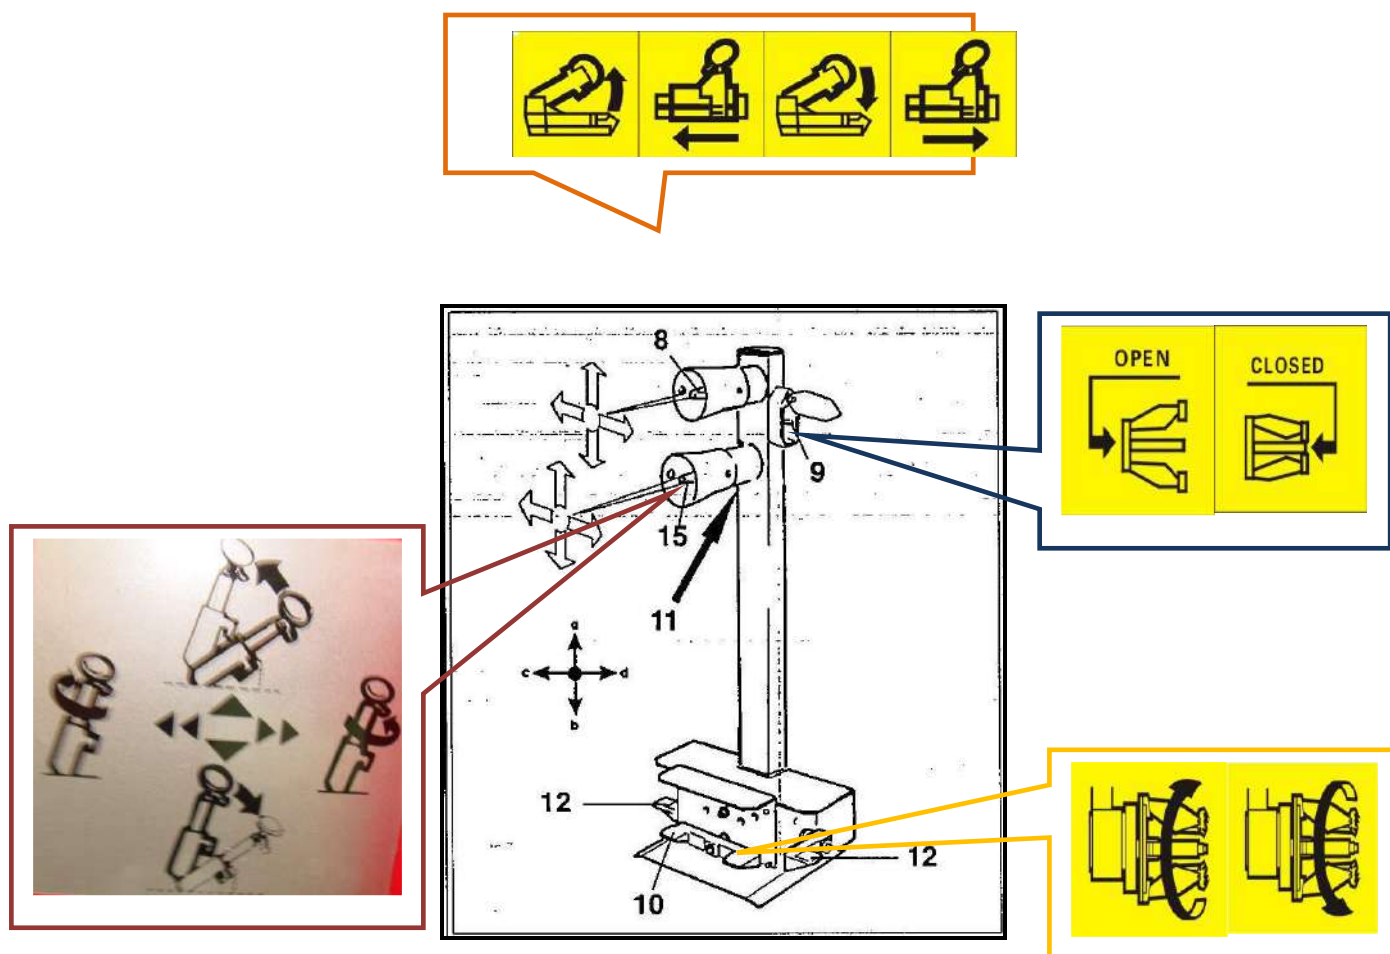

Рисунок 11
Мобильный центр управления – ПУЛЬТ (Рисунок 11) – позволяет оператору работать в любой точке вокруг станка. На ПУЛЬТЕ расположены следующие элементы управления:
1. Верхний джойстик (8, Рисунок 11), который в положении **a** поднимает шпиндель, а в положении **b** опускает его; в положении **c** перемещает шпиндель вправо, а держатель инструмента влево одновременно (таким образом, что они становятся ближе друг к другу), а в положении **d** перемещает патрон влево, а рычаг держателя инструмента вправо (таким образом, что они становятся дальше друг от друга).
2. Нижний джойстик (15, Рисунок 11). При перемещении вверх **a** нижний джойстик переводит держатель инструмента в «нерабочее» положение, при перемещении вниз **b** он переводит держатель в «рабочее» положение, при перемещении влево **c** он поворачивает инструмент на 180° против часовой стрелки; при перемещении вправо **d** он поворачивает инструмент в противоположном направлении и возвращает инструмент в исходное положение.
3. Переключатель зажима кулачков (9, Рисунок 11) при перемещении вверх раздвигает кулачки (БЛОКИРОВКА), а при перемещении сдвигает их (РАЗБЛОКИРОВКА).
4. Педаль (10, Рисунок 11) при нажатии с левой или правой стороны вращает шпиндель в направлении, которое показано стрелками, размещенными на педали.
5. Переключатель скорости (11, Рисунок 11) при нажатии вместе с педалью (10, Рисунок 11) вращает шпиндель с высокой скоростью.
6. Педали (12, Рисунок 11) перемещают шпиндель и держатель инструмента, а также перемещают каретку на высокой скорости.
- 1) Переместите нижний джойстик (15, Рисунок 11) вверх (а), держатель инструмента (14, Рисунок 113) должен быть наклонен в нерабочее положение.
- 2) При положении держателя инструмента в нерабочем положении переместите верхний джойстик (8, Рисунок 11) вверх (а): держатель шпинделя (2, Рисунок 11) должен подняться; переместите джойстик вниз (b): держатель должен опуститься.
Переместите джойстик влево (c): держатель шпинделя (2, Рисунок 11) должен переместиться вправо, а держатель инструмента (14, Рисунок 11) — влево; перемещаясь одновременно, оба держателя должны сблизиться.
Повторите эти операции («с» и «d»), одновременно нажимая на одну из двух педалей (12, Рисунок 11): указанные выше движения должны происходить на высокой скорости.
- 3) Поверните переключатель (9, Рисунок 11) вверх: кулачки шпинделя (3, Рисунок 10) должны раздвинуться; переместите рычаг вниз, и кулачки должны сомкнуться.
Повторите эти операция одновременного с нажатием на одну из двух педалей (12, Рисунок 11): указанное выше движение должно происходить на высокой скорости.
- 4) Нажмите правую педаль (10, Рисунок 11): шпиндель (3, рисРисунок 10) должен вращаться по часовой стрелке, нажмите левую педаль: шпиндель должен вращаться против часовой стрелки.
Потяните рычаг переключателя (11, Рисунок 11) вниз и повторите указанные выше операции: шпиндель должен вращаться с высокой скоростью.
Переместите переключатель (9, Рисунок 11) вверх, пока кулачки шпинделя полностью не раздвинутся. Удерживайте переключатель в этом положении (вверху) и проверьте, составляет ли давление, отображаемое на манометре (21, Рисунок 11), значение 160 бар $\pm 5\%$.
- 4) С полностью сжатыми кулачками (22, Рисунок 11) переместите колесо на подвижном столе к шпинделю. Используйте переключатель (9, Рисунок 11), чтобы раздвинуть кулачки и зафиксировать их на внутреннем ободе колеса.